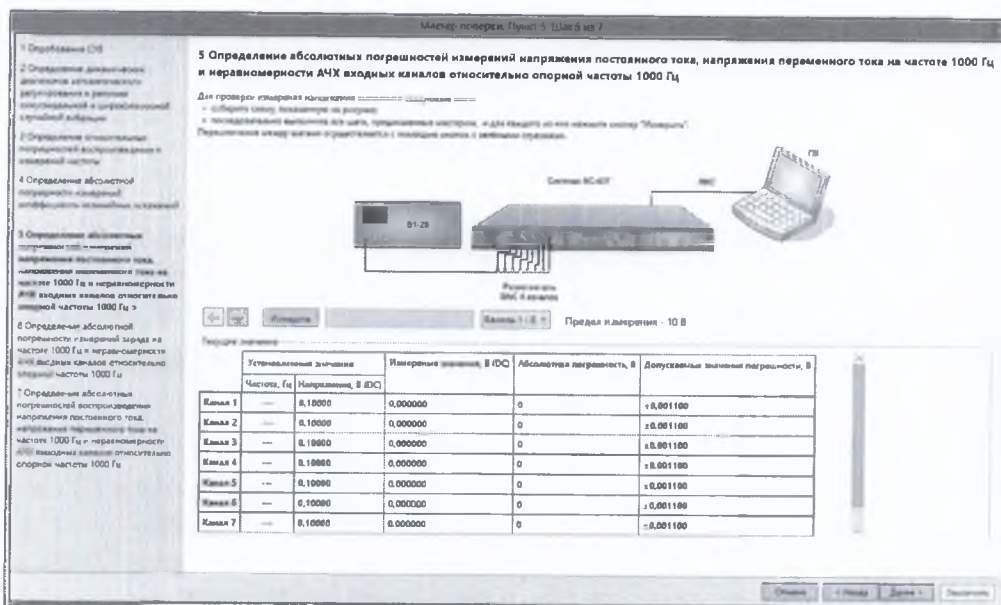

Рисунок 7.2.14
7.2.5.1 Собрать схему, изображенную в окне мастера поверки (рисунок 7.2.14).